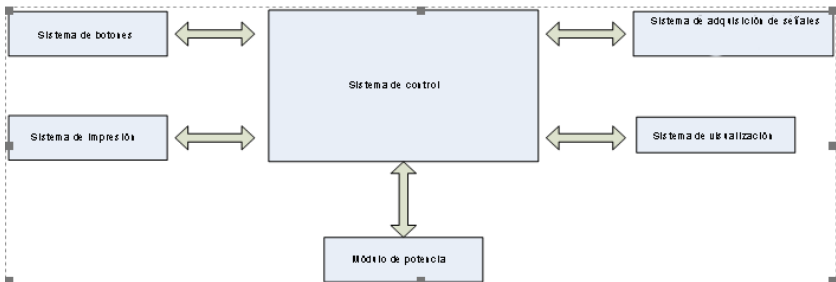

Figura 4-2 Diagrama de bloque de la unidad de control
(2) El principio del diagrama de bloque es mostrado en la Figura 4-2.